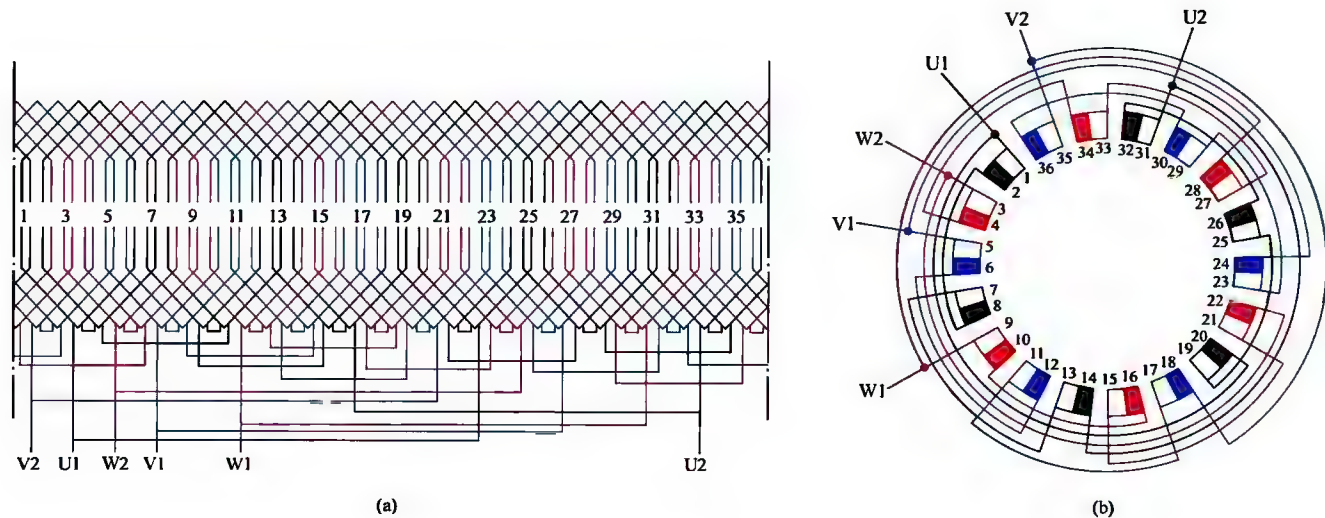

图 1-59 三相 6 极 36 槽双层叠绕组 2 路接法
59. 三相 6 极 36 槽双层叠绕组 2 路接法展开图与接线圆图 (见图 1-59)